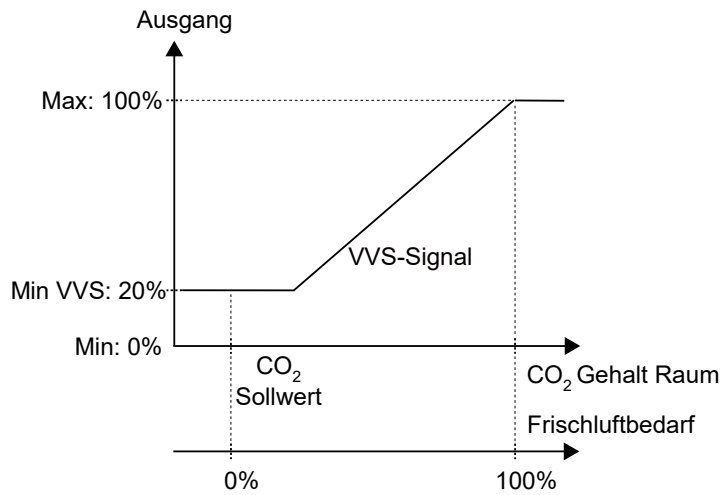

Bild 2-43 CO2-Regelverhalten
*Bild 2-43* zeigt das Regelverhalten bei der CO2-Regelung, wenn eine Untergrenze für das VVS-Ausgangssignal eingestellt ist.